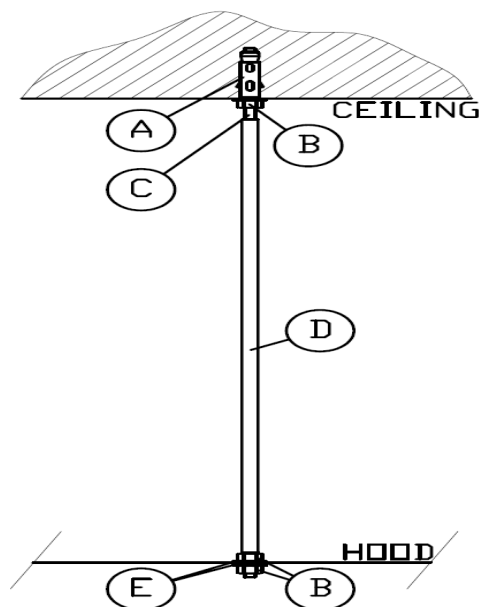

Fig.1
- a) Montaggio con barre filettate (fig. 1).